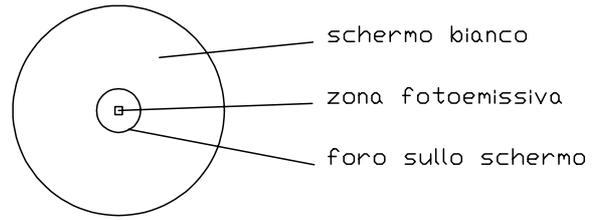

fig.4
**4.4** - Attraverso la feritoia laterale ricavata nel supporto ottico, osservare lo schermo che si trova dietro la lente all'interno del trasmettitore. Su di esso si vedrà un punto luminoso che rappresenta l'immagine della lampada. Orientare l'equipaggio ottico utilizzando le apposite viti V (fig.7) e la chiave in dotazione, in modo che il punto luminoso cada al centro dove é praticato un piccolo foro attraverso il quale é visibile il diodo fotoemittente. E' importante che il punto luminoso cada sulla zona fotoemissiva del fotodiodo. Questa zona é rappresentata dal piccolo quadratino scuro al centro del fotodiodo (fig.4). In tal modo il trasmettitore si troverà otticamente allineato con il ricevitore.